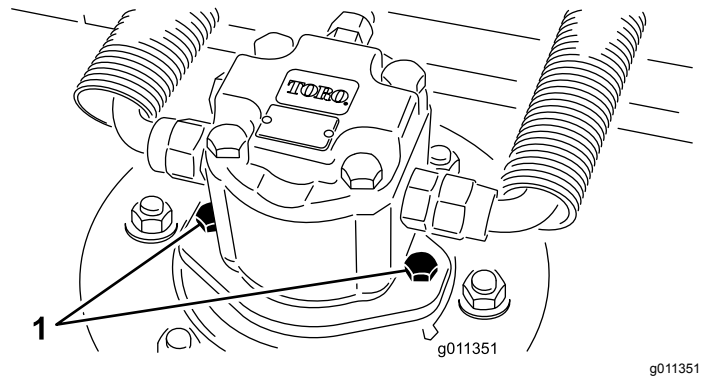

Figura 64
2. Desligue e retire o motor hidráulico da plataforma (Figura 64). Cubra a parte superior do eixo para não o sujar.
4. Instale o motor hidráulico na plataforma (Figura 64). Verifique se o anel de retenção está posicionado corretamente e não está danificado.